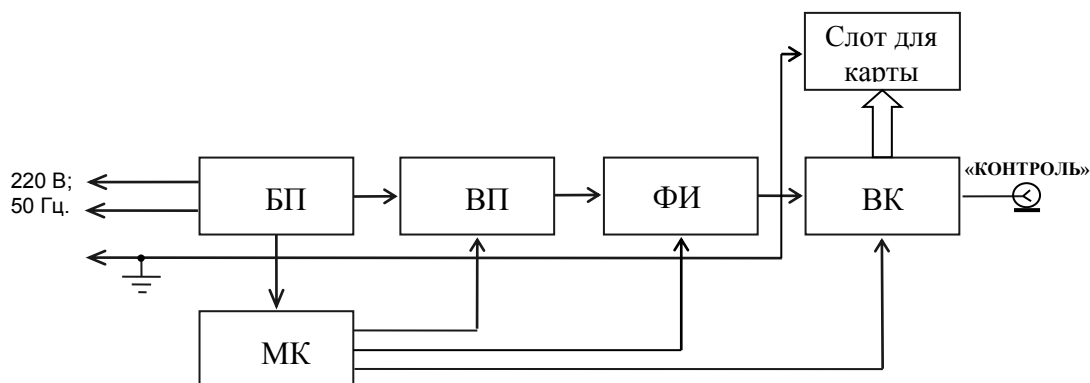

Рис.1 Структурная схема испытательного генератора ИГЭ Sc
4.1 Структурная схема испытательного генератора ИГЭ Sc представлена на **рис.1**.